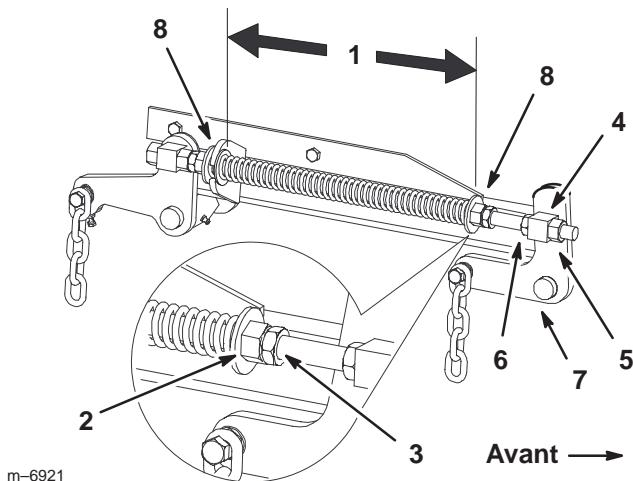

Figure 63
- Desserrez d'environ 13 mm (1/2 pouce) les écrous de blocage à l'avant des pivots avant gauche et droit (Fig. 63).
- Réglez les écrous de relevage sur les côtés gauche et droit de la machine de manière à abaisser l'avant de 6 à 10 mm (1/4 à 3/8 pouce) au point **A** par rapport au point **B** à l'arrière (Fig. 63).
- Déplacez le levier de relevage du plateau de coupe à la position de transport (Fig. 63).
- Vérifiez que les deux grandes rondelles sont bien espacées de 260 mm (10-1/4 pouces) (Fig. 63).
- Réglez cette distance en desserrant l'écrou de blocage du ressort et en tournant l'écrou devant chaque ressort (Fig. 63). Tournez l'écrou dans le sens horaire pour raccourcir le ressort, et dans le sens inverse pour l'allonger.
- Bloquez l'écrou en position en serrant l'écrou de blocage du ressort (Fig. 63).